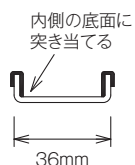

図1 緩衝テープの貼付
A部拡大図1
- ・まず図1に示すように、全ての36幅支柱に同梱の緩衝テープを貼り付ける。